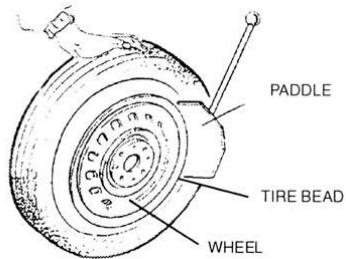

рис.5
- 1) **ВНИМАНИЕ:** Перед выполнением данного этапа полностью спустите воздух из шины, вывернув золотник, и уберите с колеса балансировочные грузы. 2) Полностью сведите кулачки на монтажном столе. 3) Отведите лопату отжима покрышки наружу вручную. Установите колесо напротив резинового буфера. Подведите лопату к покрышке на расстоянии 10 мм от края обода (см. рис. 5). 4) Нажмите педаль отжима до упора, для приведения в действие лопатки. Отпустите педаль, когда лопата переместиться до конца по своему ходу или когда покрышка сместиться во внутреннее углубление обода. 5) Немного поверните шину и повторите процедуру по всей окружности обода, пока покрышка не отойдет полностью от обода. 6) Повторите